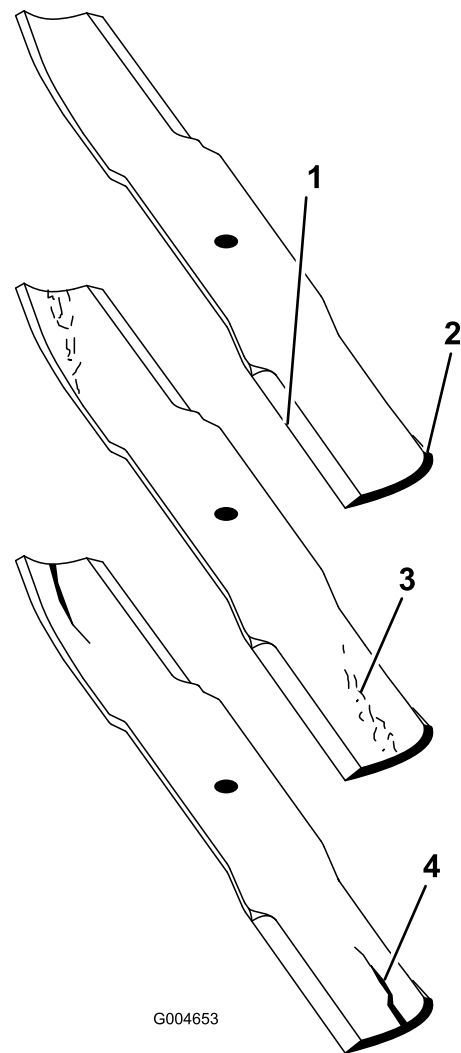

Figura 131
2. Examine cuidadosamente as extremidades da lâmina, prestando especial atenção à zona onde se encontram as partes curvas e planas da lâmina (Figura 131).
Nota: A areia e os materiais abrasivos podem desgastar o metal entre as partes plana e curva da lâmina; por isso, verifique a lâmina antes de utilizar a máquina. Se der conta de desgaste (Figura 131), substitua a lâmina.